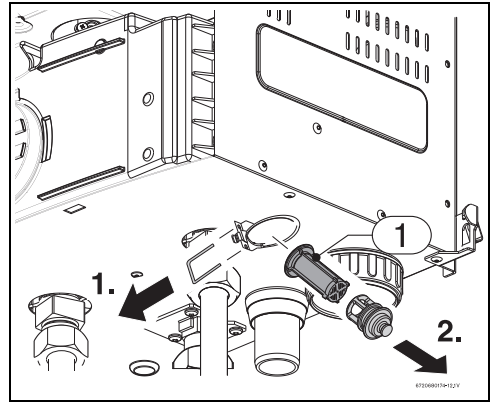

Fig. 51
- ▶ Sustituir el filtro de agua, consultar la (Fig. 51 ).